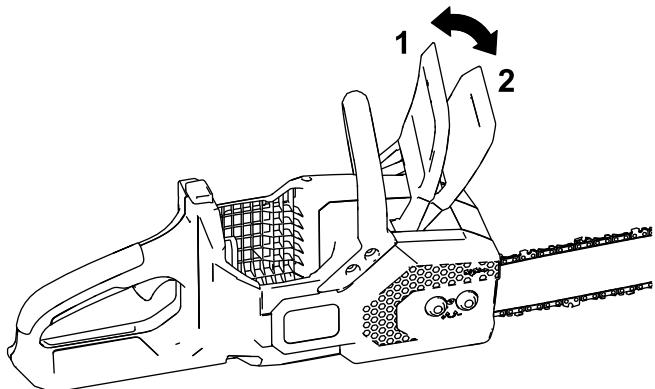

Figura 28
- Ponga el freno de la cadena moviendo el freno de la cadena hacia adelante a la posición de PARADA (Figura 28).
- Quite el freno de la cadena moviendo el freno de la cadena hacia atrás, a la posición de MARCHA (Figura 28).
4. Asegúrese de que el freno de la cadena esté en la posición de MARCHA (Figura 28).